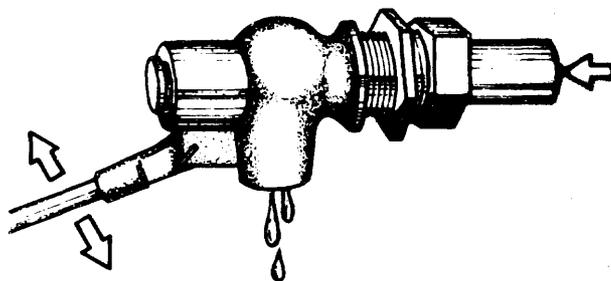

Fig. 1
2) Es preciso constatar que la lengüeta de la varilla no se atasque (fig. 1).